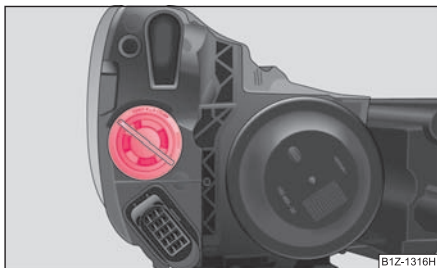

Fig. 243 Demontarea becului cu incandescență al luminii de semnalizare din față
- Rotiți soclul în sensul săgeții **OPEN (deschis)** și scoateți-l împreună cu becul luminii de semnalizare ⇒ fig. 243.